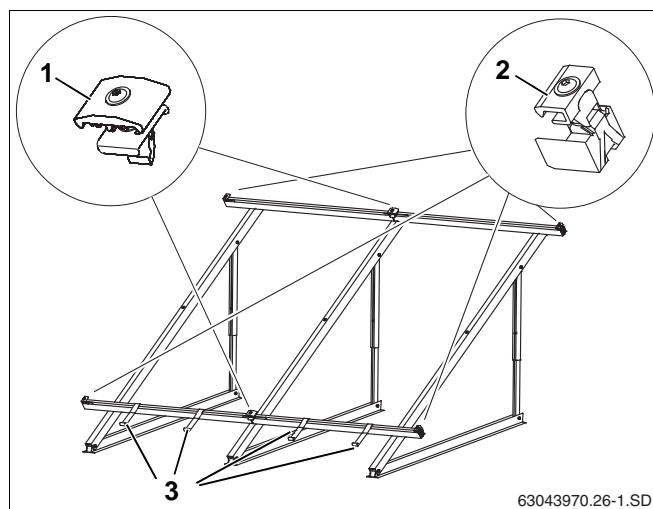

Fig. 44 Fastgørelseselementer til solfangeren
Solfangerne fastgøres på profils Skinnerne med de ensidede opspændingsanordninger (fig. 44, **pos. 2**) ved start og slut på solfangerrækken og dobbeltsidede opspændingsanordninger (fig. 44, **pos. 1**) mellem solfangerne.
Endvidere forebygges det med nedskridningssikringer (fig. 44, **pos. 3**), at solfangeren glider ned.